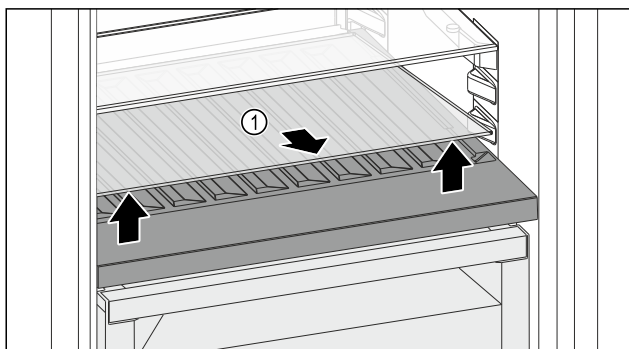

Fig. 218
- Podignite staklenu ploču Fig. 218 (1) na otvoru sprijeda i izvadite je.
- Čuvajte staklenu ploču Fig. 218 (1) na sigurnom izvan uređaja.
- Uložite staklenu ploču (2) ispod promjenjive police za boce.